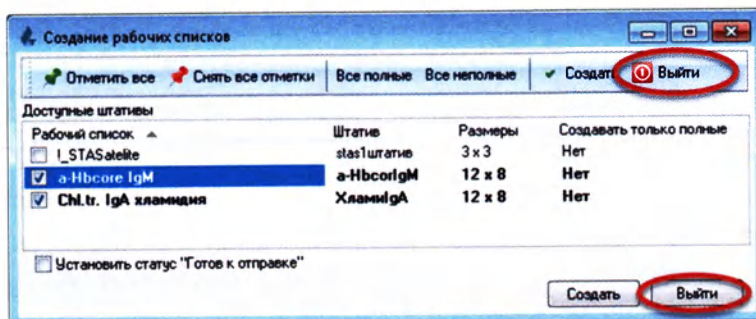

Рисунок 6.10
8. После завершения работы с окном «Создание рабочих списков» нажмите кнопку «Выйти» (Рисунок 6.10):